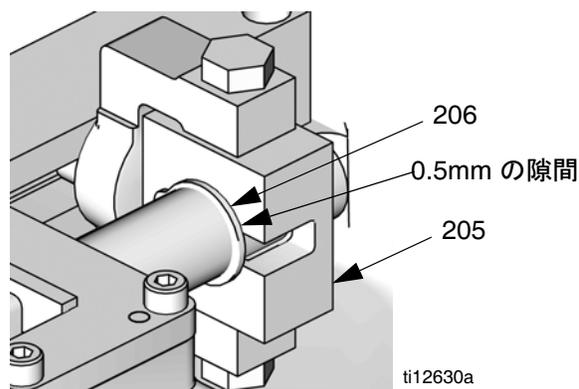

図 29: レーシオビームスナップリング
- o. レーシオビームガイド（205）をスライドさせて、レーシオビームガイド（205）とスナップリング（206）の間に図 29 に示されているように約 0.5mm の隙間ができるようにします。